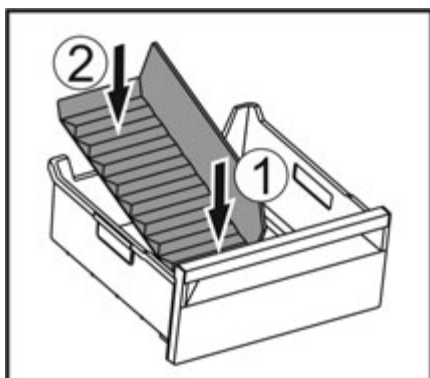

Fig. 100
- ▶ Вставити передню частину перегородки відділення для льоду. Fig. 100 (1)
- ▶ Опустити задню частину перегородки відділення до дна ящика для кубиків льоду. Fig. 100 (2)